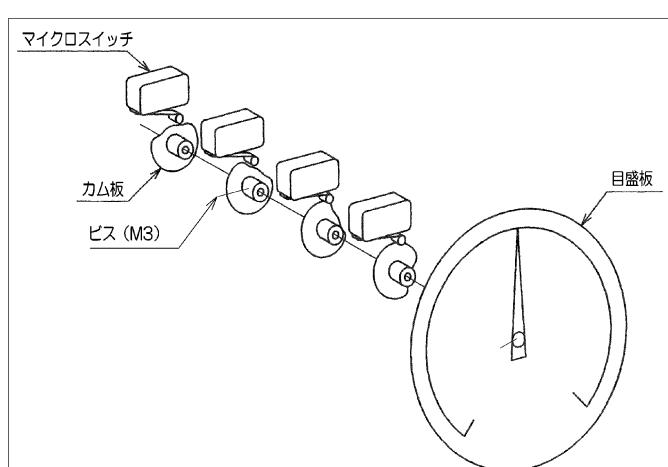

図 10. LT 接点の調整
6.2.2. 計器背面に正対し、発信器に組み付いているマイクロスイッチに貼付されている接点識別で調整する部分を確認します。(図.10)